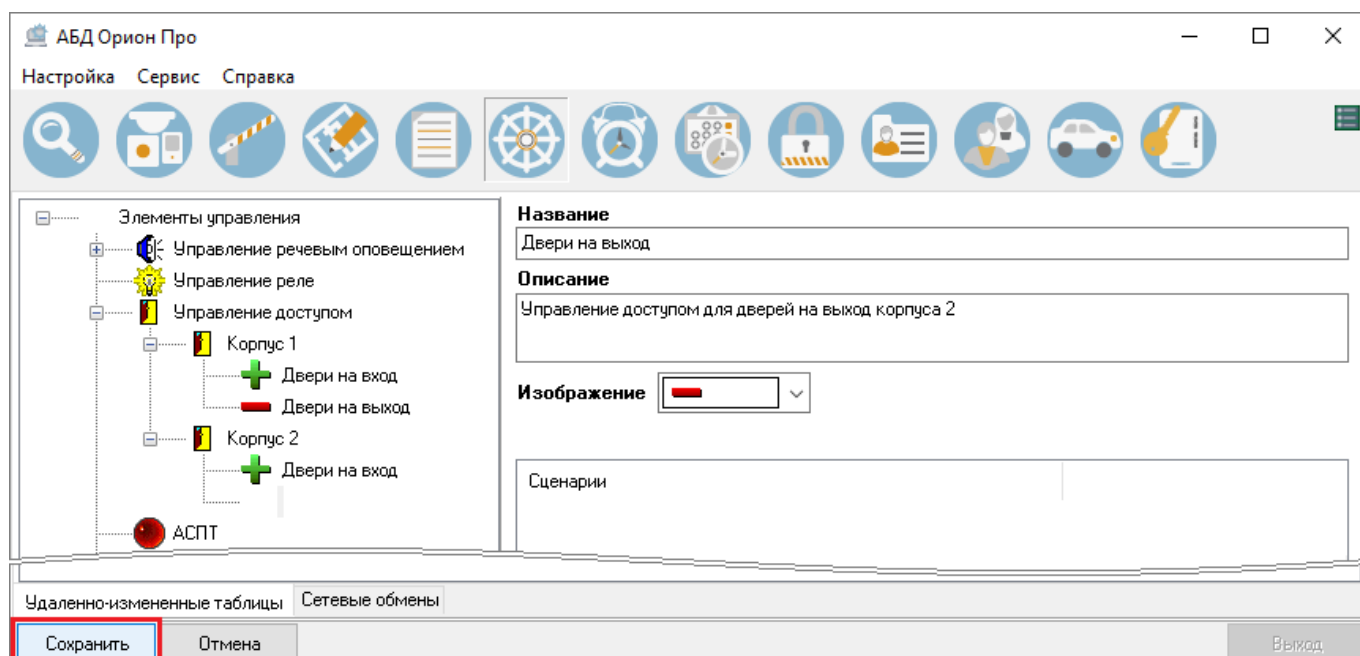

Рисунок 6-653 Сохранение элемента управления
- 4) нажмите кнопку «Сохранить» (см. Рисунок 6-653).